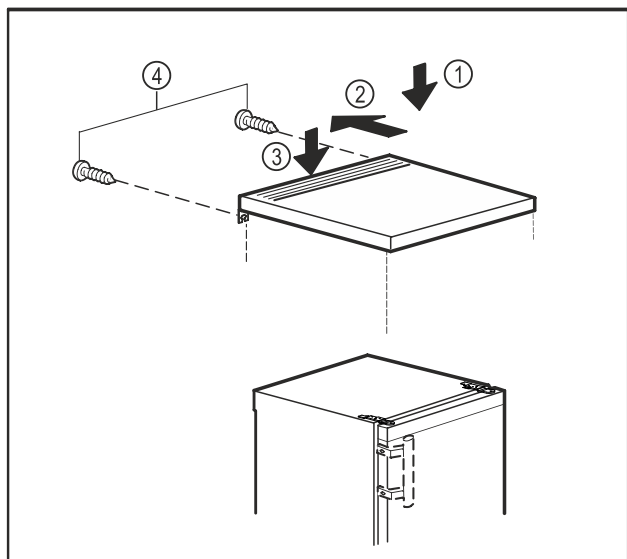

Fig. 11
- Vendosni pllakën e sipërme mbi pajisje. Fig. 11 (1)
- Shtyni pllakën e sipërme për nga pas. Fig. 11 (2)
- Shtypni për poshtë pllakën e sipërme në pjesën e pasme. Fig. 11 (3)
- Shtrëngoni vidat në pjesën e pasme. Fig. 11 (4)